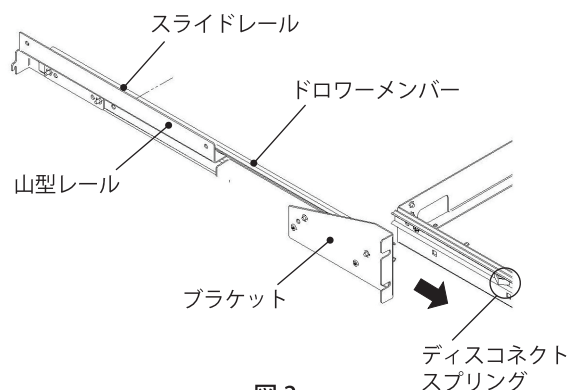

図 2
2. ドロワーメンバーのディスコネクトスプリングを左右同時に押してロックを解除し、スライドレールを抜いてください。(図 2)